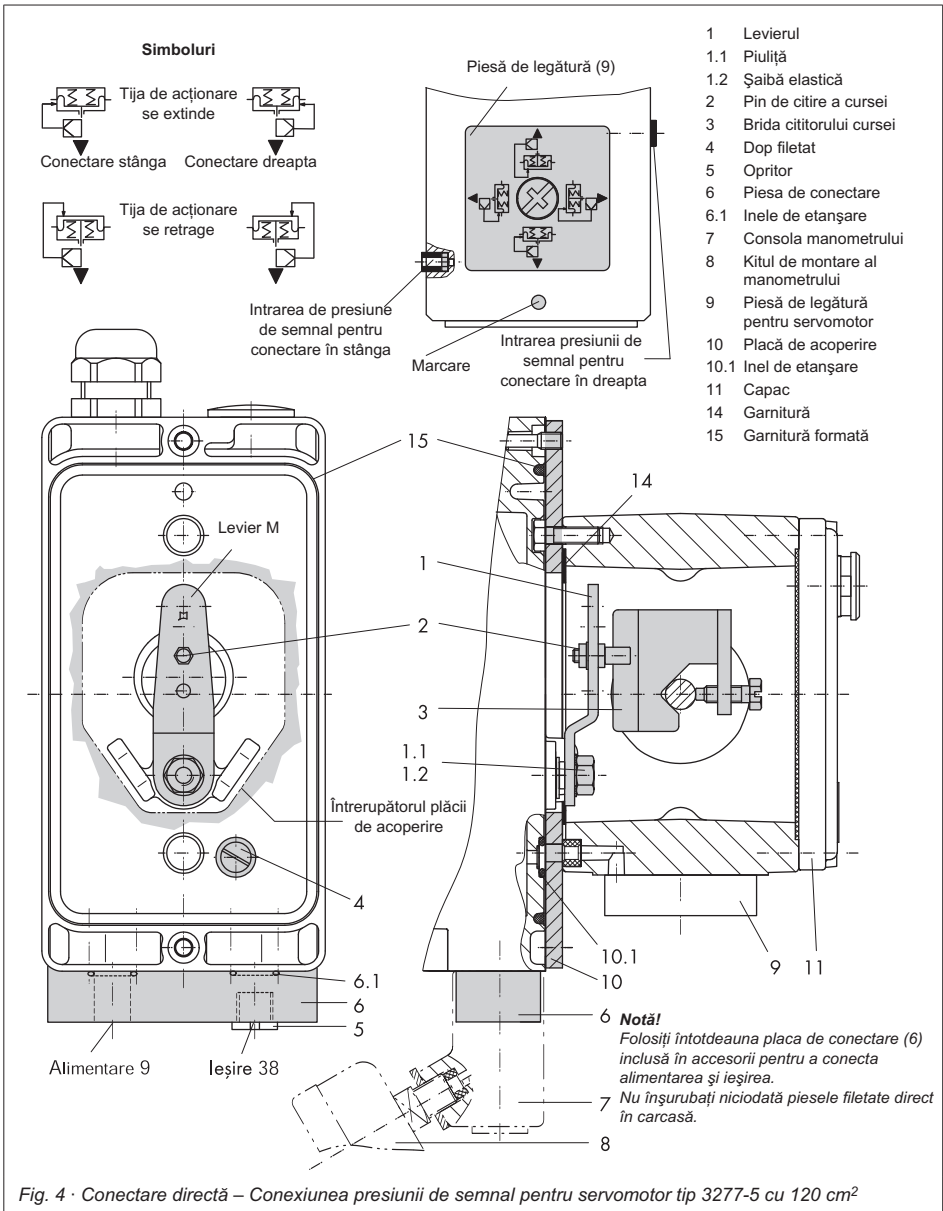

Fig. 4 · Conectare directă – Conexiunea presiunii de semnal pentru servomotor tip 3277-5 cu 120 cm2
Tabelul 1 Conectare directă la servomotorul tip 3277-5, vedeți Fig. 4
1. Montați placa de conectare (6) sau consola manometrului (7) cu manometrele pe poziționar, asigurându-vă că ambele inele de etanșare (6.1) sunt așezate corect.
2. Scoateți dopul filetat (4) de pe spatele poziționarului și închideți ieșirea presiunii de semnal „Ieșirea 38” de pe placa de conectare (6) sau de pe consola manometrului (7) cu opritorul (5) inclus între accesorii.
3. Așezați brida cititorului cursei (3) pe tija de acționare, aliniați și înșurubați strâns astfel încât șurubul de montare să se afle în degajarea de pe tija de acționare.
4. Montați placa de acoperire (10) cu partea îngustă a deschiderii întrerupătorului (Fig. 4, pe stânga) orientată către conectarea presiunii de semnal. Asigurați-vă că garnitura din material